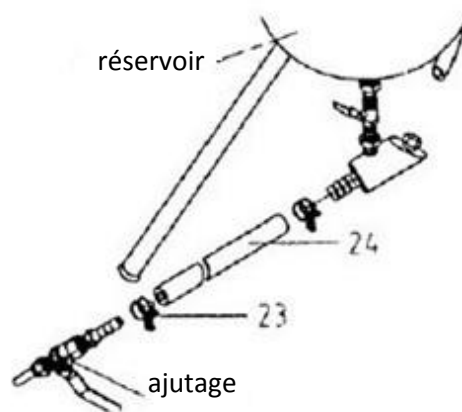

Figure 6
6. Reportez-vous à la figure 6 pour connecter la vanne de dosage de sable (élément 4) à la vanne d'arrêt de la buse (étape 5). Placez les colliers de serrage (23) sur chaque extrémité du tube de sable (24). Fixez une extrémité du tuyau sur le raccord de sortie de sable (22) et fixez l'autre extrémité sur l'adaptateur (25). Les deux extrémités du tuyau doivent être fermement fixées sur les connecteurs. Faites glisser les colliers le long du tuyau jusqu'à chaque raccord et serrez-les fermement afin que le système soit étanche et puisse résister à des pressions de 65 à 125 PSI.